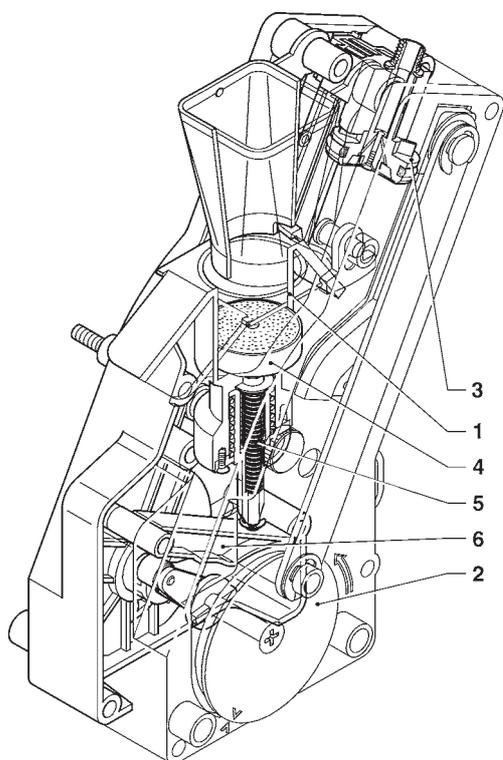

Fig. 17
Fazendo uma seleção de café, durante o funcionamento do moinho o grupo roda de 180° de modo colocar a câmara de infusão na posição vertical (ver a Fig. 17).
O café cai na câmara de infusão (1) disposta verticalmente (ver a Fig. 17).